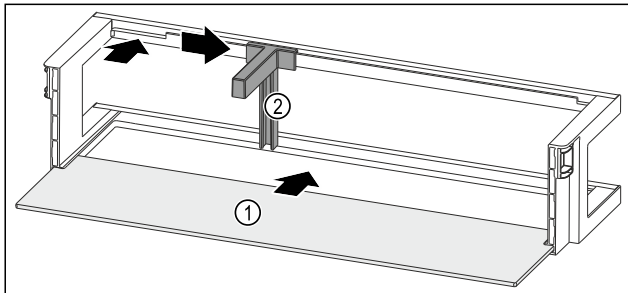

Fig. 89 Deurrek met draagplateau
- ▶ Draagplateau Fig. 89 (1) in de zijdelingse inkepingen schuiven.
- ▶ Flessenhouder Fig. 89 (2) in de uitsparing plaatsen.
- ▶ Flessenhouder Fig. 89 (2) in de gewenste positie opzij schuiven.